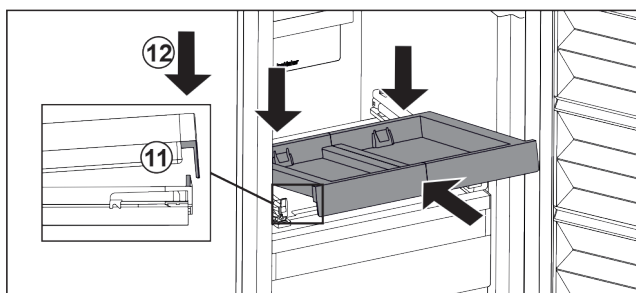

Fig. 122
- ▶ Šikmo zasuňte. Dbejte, aby byl na obou stranách doraz za západkou. *Fig. 122 (11)*
- ▶ Usadte vpředu vysouvací přihrádku. *Fig. 122 (12)*